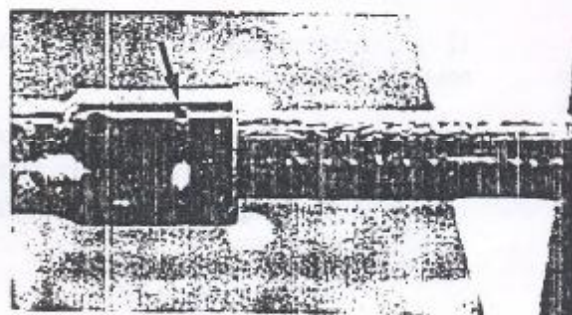

Figura 4.19.5 - Rasgo de encaixe da lingueta
5. Desencaixar a lingueta da bucha de apoio da cremalheira, do rasgo existente no tubo de extensão, e remover a bucha (Figura 4.19.5).
7. Posicionar a bucha de apoio da cremalheira no tubo de extensão. Certificar-se de que a lingueta da bucha tenha encaixado corretamente no rasgo do tubo (Figura 4.19.5).